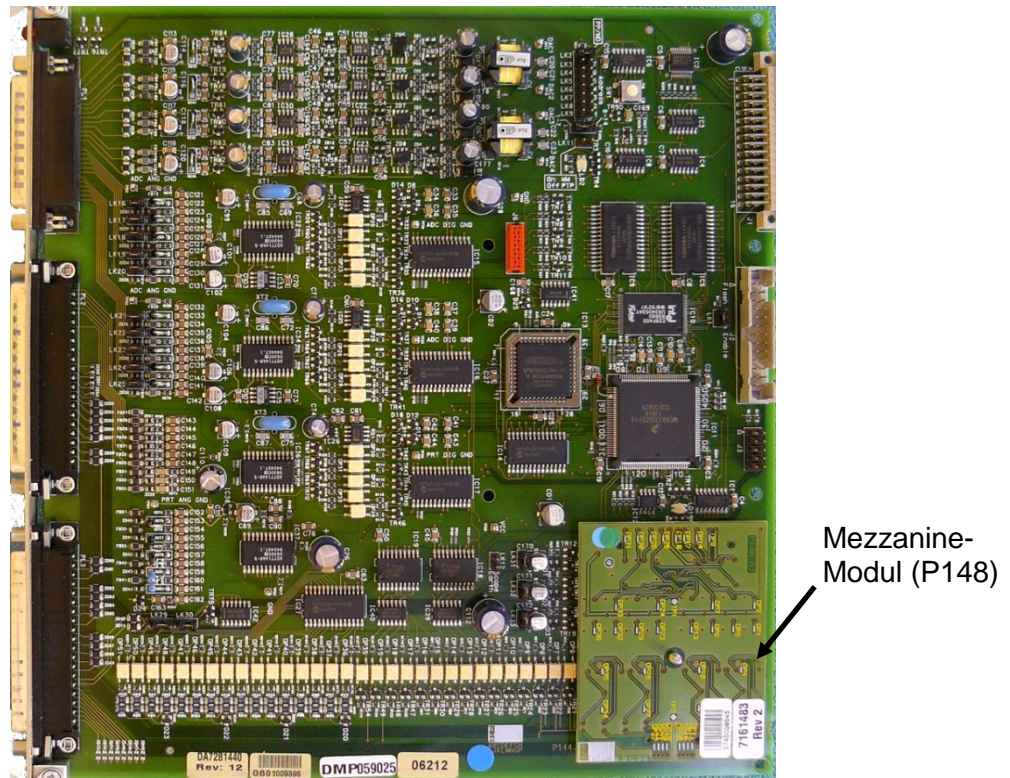

Abbildung 4-2. Beispiel eines E/A-Moduls (mit Mezzanine-Modul)
Das E/A-Modul (P144) misst Prozesssignale, die die CPU beim Ausführen der Flow-Computer-Funktionen verwendet. Das Modul bietet 12 analoge Eingänge (AE), 4 analoge Ausgänge (AA), 16 digitale Eingänge (DE), 12 digitale Ausgänge (DA), 4 Impulseingänge (IE), 5 Impulsausgänge (IA), 3 Frequenzeingänge (Dichte) und 3 PRT/RTD-Eingänge. Die Anschlüsse der E/A-Module sind in *Abbildung 4-2* dargestellt.